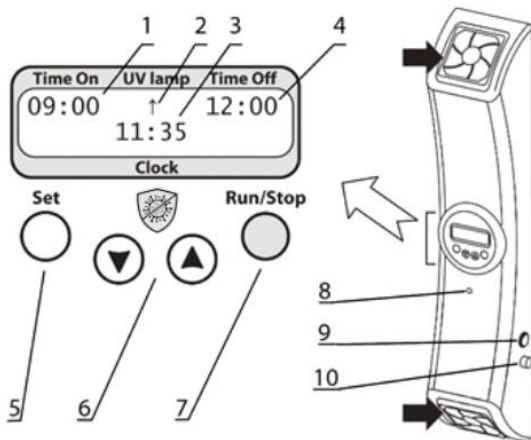

Рисунок 5. Внешний вид и рабочая панель UVR-Mi
- 5.2.1 Подключите сетевой кабель к сетевой розетке с заземлением. Включите прибор переключателем питания (рис. 5/9) на боковой стороне прибора.
- Время начала рециркуляции воздуха в автоматическом режиме – **Time On** (рис. 5/1);
- Время завершения рециркуляции воздуха в автоматическом режиме – **Time Off** (рис. 5/4);
- Индикатор работы УФ рециркулятора – **UV lamp** (рис. 5/8);
- Часы с текущим временем – **Clock** (рис. 5/3).
- 5.2.3 **Установка параметров.** Удерживайте кнопку **Set** (рис. 5/5) нажатой дольше 6 секунд для перехода в режим установки параметров.
- 5.2.3.1 Меняйте значение мигающего параметрами кнопками ▼ и ▲ (рис. 5/6). Если кнопка зажата дольше 2 секунд, значения меняются быстрее.
- 5.2.4.1 **Ручной режим.** Нажмите кнопку **Run/Stop** (рис. 5/7) для запуска или остановки рециркулятора. При работе рециркулятора на дисплее высвечивается символ “↑” (рис. 5/2).
- 5.2.4.2 **Автоматический режим.** Задайте время начала (**Time On**, рис. 5/1) и окончания (**Time Off**, рис. 5/4) рециркуляции, как описано в 5.2.3. Прибор сохраняет установки и после выключения из сети. В заданное время, включенный прибор запускает рециркулятор, если только он не был включён раньше. По достижении установленного времени, прибор останавливает рециркулятор.
- 5.2.7 **Конец срока службы или неисправность ламп.** После 9000 часов работы УФ ламп или в случае их неисправности, прибор останавливает работу и не возобновляет, пока не будут заменены УФ лампы. На дисплее отображается надпись “END OF UV LAMP LIFETIME” или “ERROR UV LAMP FAILURE”, соответственно. Дополнительно, проверьте индикатор исправной работы УФ ламп (рис. 5/8). Для замены УФ ламп, смотрите 8.3.